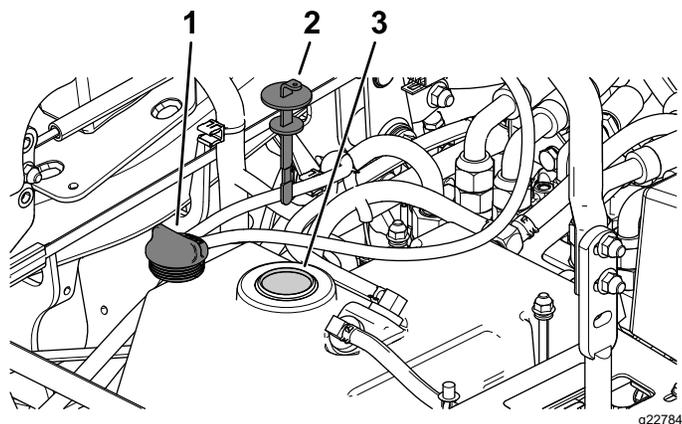

Рисунок 66
5. Снимите крышку гидравлического бака (Рисунок 66).
6. Выверните масломерный щуп и протрите его чистой ветошью (Рисунок 66).